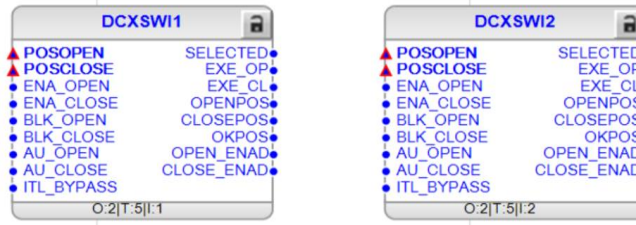

Imagen 89_Bloques DCXSWI1 y DCXSWI2.
2.2.11 Insertamos los bloques que se muestran en la **Imagen 89**, seleccionando: “FunctionBlock -Control - DCXSWI1 - insert” y “FunctionBlock - Control - DCXSWI2 - insert”, el cual nos ayudará con el control del seccionador.